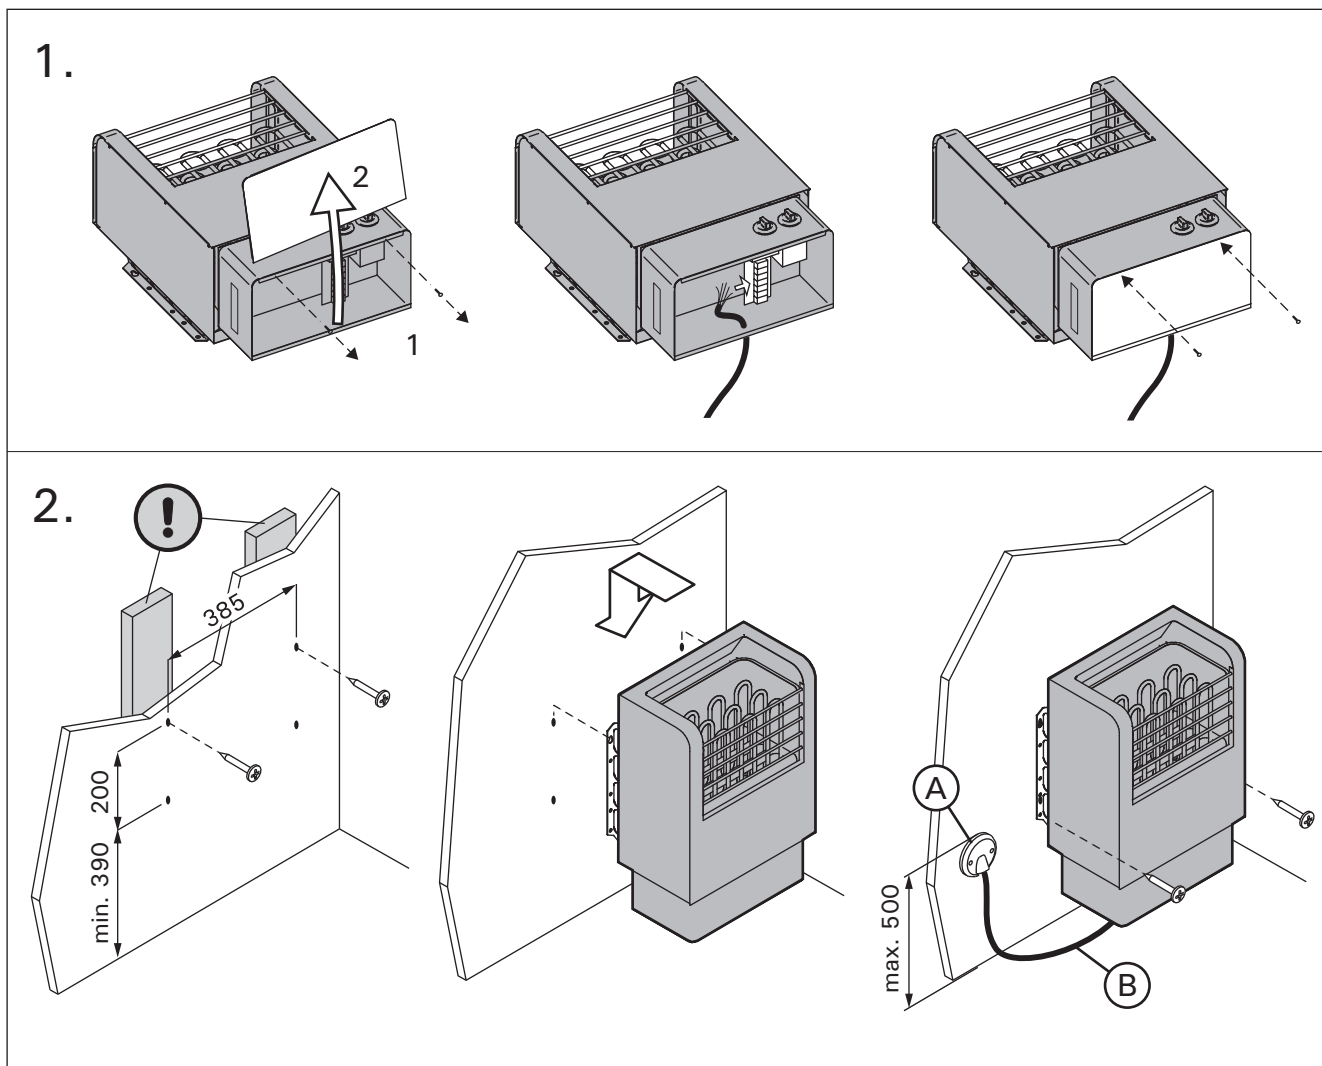

Рисунок 8. Крепление каменки к стене (все размеры приведены в миллиметрах)
См. рис. 8.
- Каменка гибким проводом подсоединяется к соединительной коробке (рис. 8: A) на стене сауны. Соединительная коробка должна быть брызгозащищенной и находиться на расстоянии не выше 500 мм от пола.
- В качестве кабеля (рис. 8: B) следует использовать резиновый кабель типа HO7RN-F или подобный.